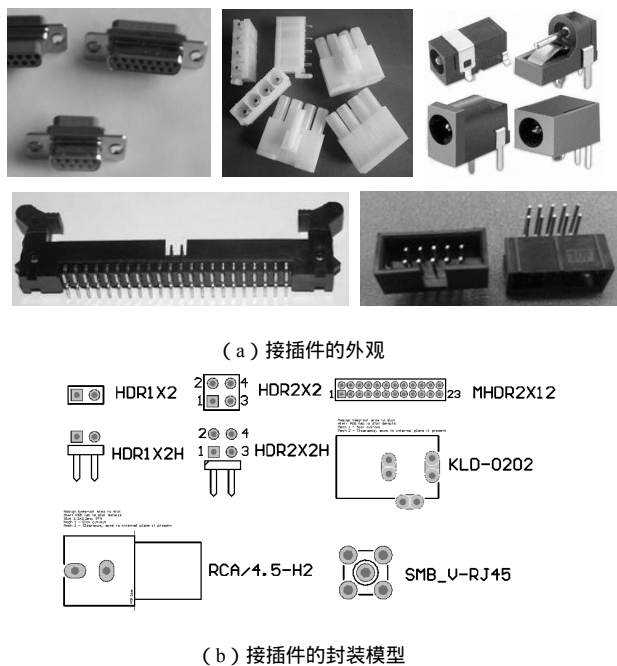

图 3.7.37 接插件
(8) 接插件：接插件在 Miscellaneous Connector PCB.IntLib 库中，可根据需要进行选择，如图 3.7.37 所示。